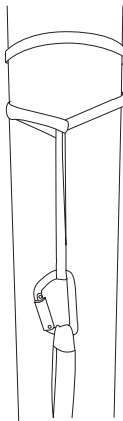
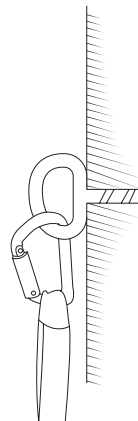
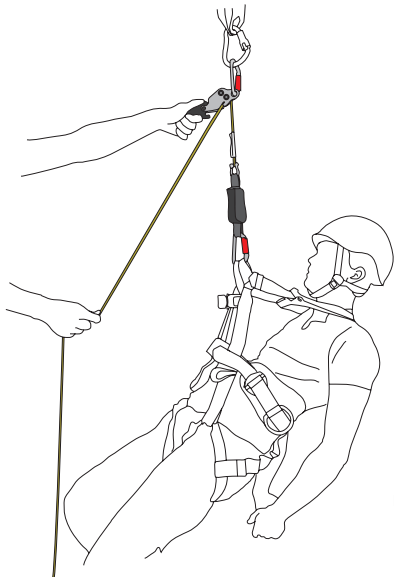

Fig.1B: ancoraggio verticale
Fig. 1C: ancoraggio fisso strutturale
Fig. 4
Se la cinghia di ancoraggio viene collocata attorno a una struttura verticale, staccare la cinghia, arrotolarla due volte intorno al palo e farla passare al suo interno. Quindi collegare il moschettono come illustrato in fig. 1B. Assicurarsi che la cinghia di ancoraggio si blocchi in posizione. La fig. 1C mostra come attaccare il moschettono a un ancoraggio fisso strutturale EN795 cl. A.
4. Staccare il moschettone dalla cinghia di ancoraggio. Collocare la cinghia di ancoraggio attorno a una struttura e nel moschettone come illustrato in fig. 1:A or fig. 1B. Il punto di ancoraggio deve avere una capacità di carico di 12 kN (EN795). Fissare lo **SMARTLINE X** come mostrato in fig. 4.